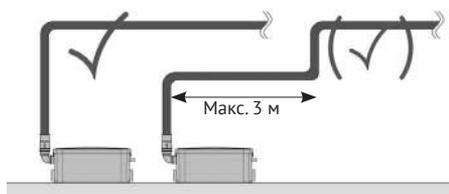

Рисунок 9 – Вертикальный участок напорного трубопровода
- вертикальный участок трубопровода должен всегда предшествовать горизонтальному (см. рисунок 9);